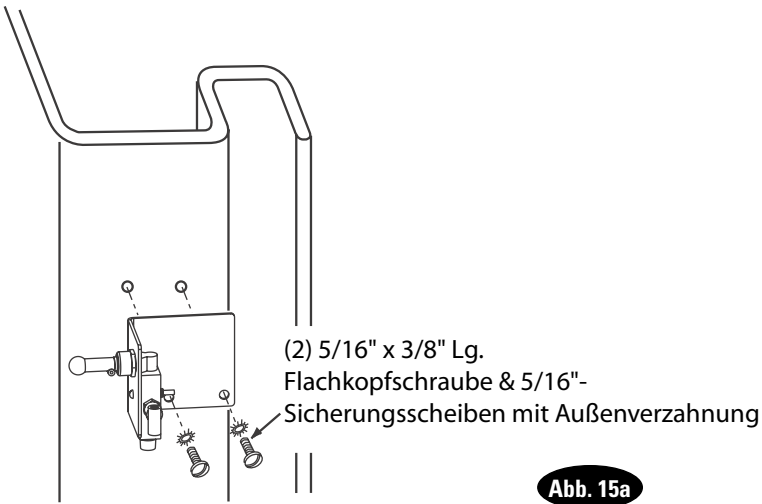

Abb. 15a
- F) Absenkschalter und Halterung mit (2) 5/16"-18NC x 3/8" lg. Flachkopfschrauben an der Säule anbringen, Abb. 15a.